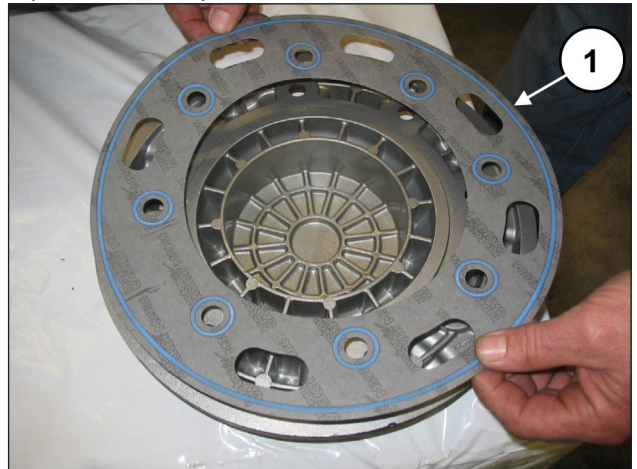
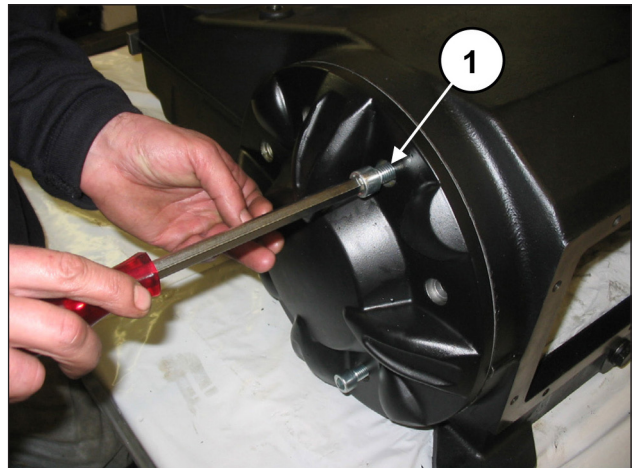

Fig. 76
Fig. 77
Monter le couvercle du coussinet (et son joint) (rep. ①, Fig. 76) à l'aide de 8 vis M12x30 (rep. ①, Fig. 77).